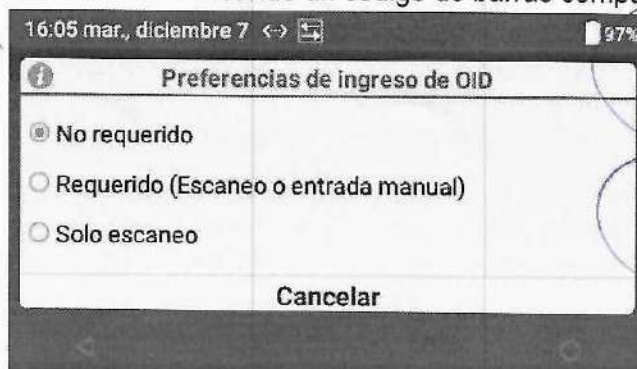

Figura 35: Preferencias de ingreso de OID
- 2 En el cuadro de diálogo (Figura 35), seleccione la opción apropiada: